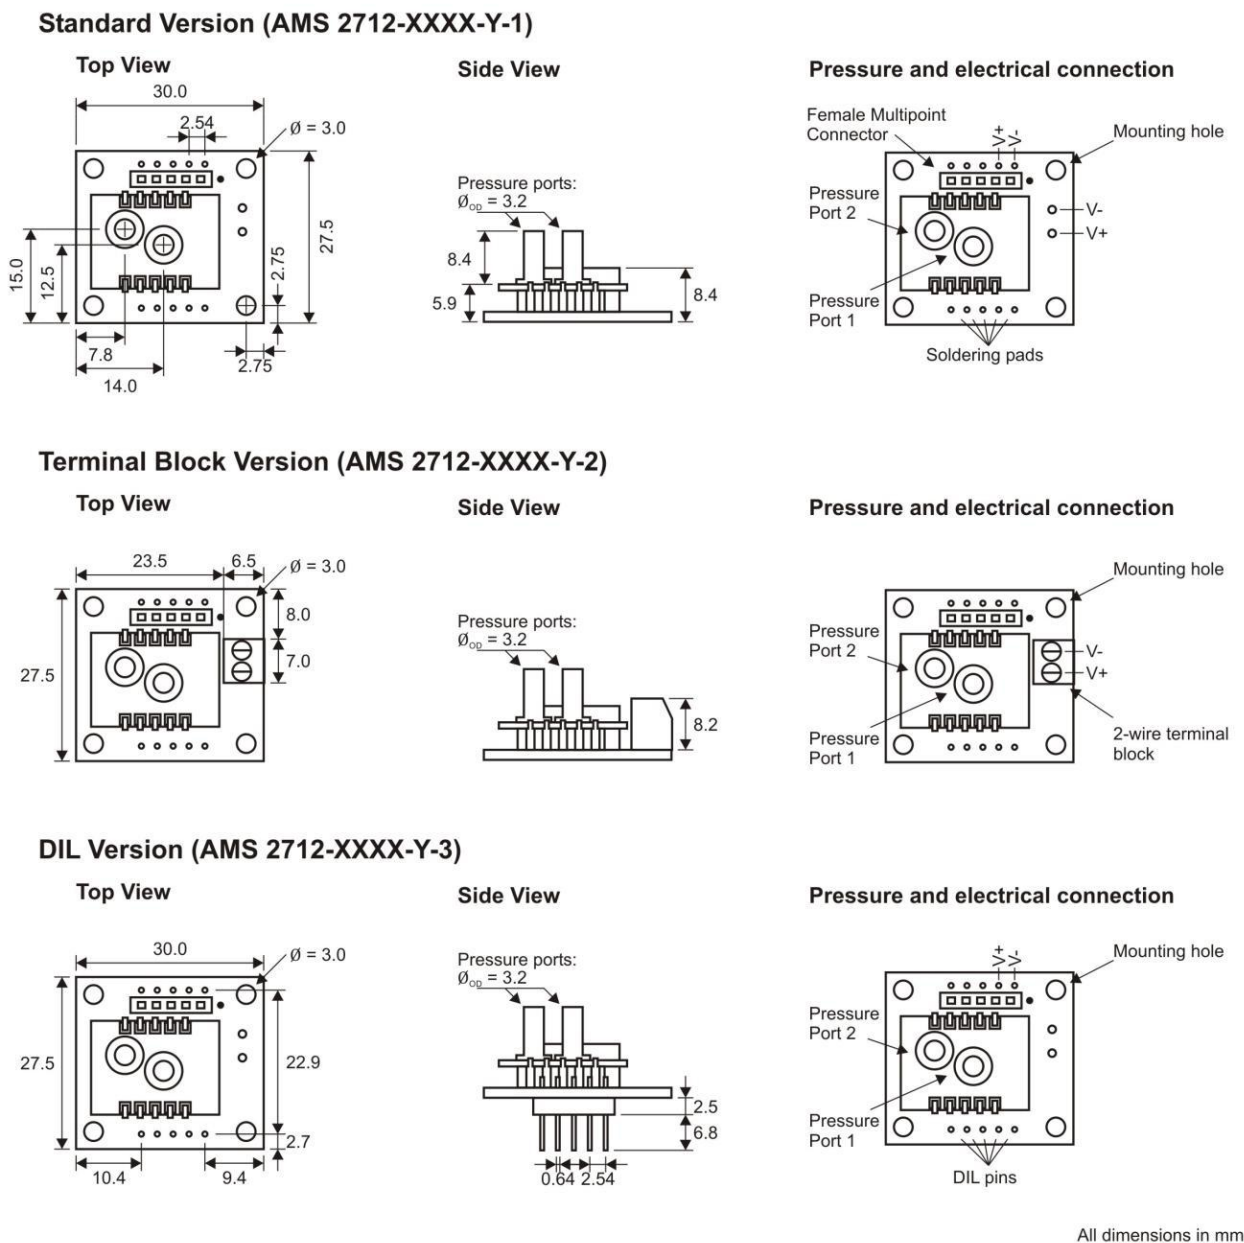

图 3： AMS 2712 的各种连接方式
8) 压力连接端口1处的介质兼容性：（端口1处的描述见图3）对陶瓷材料和硅材料、派热克斯玻璃（Pyrex）、室温硫化硅橡胶（RTV-Silicone）、聚酰胺尼龙（Zytel-PA66）等无腐蚀性气体或液体。
9) 压力连接端口2处的介质兼容性：（端口2处的描述见图3）干净的、干燥的气体，对陶瓷材料和硅材料、室温硫化硅橡胶（RTV-Silicone）、聚酰胺尼龙（Zytel-PA66）、金和锡等无腐蚀性气体（碱性或酸性液体将会导致变送器的损坏）。
¹ 差分压力 p 是指施加在差分压力变送器模块或者双向差分压力变送器模块的端口 1 和端口 2 之间的压力差。对于相对压力压力类型，它是端口 1 和环境压力之间的压力差，对于绝对压力和大气压力类型，它就是端口 2 处的压力值（端口的定义见图 3）。
可以通过以下几种方式建立电气连接：在标准版本 (AMS 2712-XXXX-Y-1 型号，其中 XXXX 必须用四位数的压力范围代替，Y 是压力类型的符号代替，见“订购代码”) 中，可以将导线焊接到相应的 PCB 焊点上 (见图 3) 或排针型连接。在接线柱型号 (AMS 2712-XXXX-Y-2 型) 中，接线柱允许在没有焊接的情况下安装二线电缆。DIL 直插型号 (型号 AMS2712-XXXX-Y-3) 可以使用 DIL 引脚插入排针座或焊接到 PCB 板上。
压力连接是通过金属管连接端口。根据变送器的压力测量类型，变送器有一个或者二个压力连接端口。对于压力连接端口 1 和 2 (见图 3) 的压力连接时要满足以下条件 (此时 p_1 是加在压力连接端口 1 上， p_2 是加在压力连接端口 2 上)：